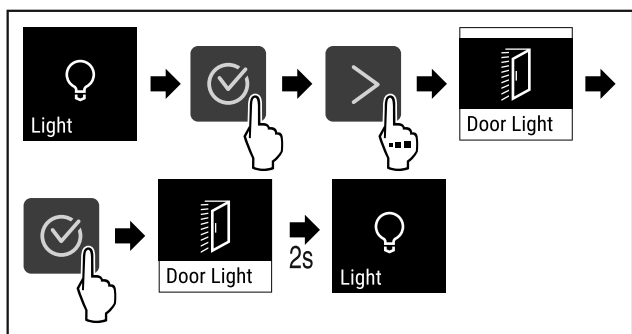

Fig. 70
- ▶ Proved'te akční kroky (viz Fig. 70) .